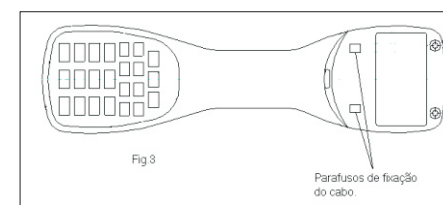

Figura 3
B) Conforme indica a figura 3, remova os parafusos que prendem os dois fios do cordão danificado e substitua-o por um novo, retorne a tampa e os parafusos à posição original.